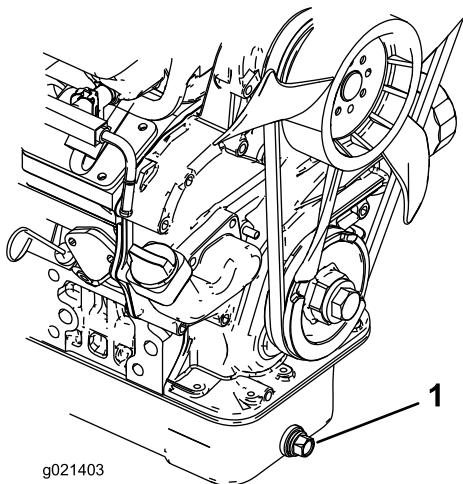

Figura 46
1. Togliete il tappo di spurgo (Figura 46) e lasciate defluire l'olio in una bacinella. Quando l'olio cessa di defluire, montate il tappo di spurgo.